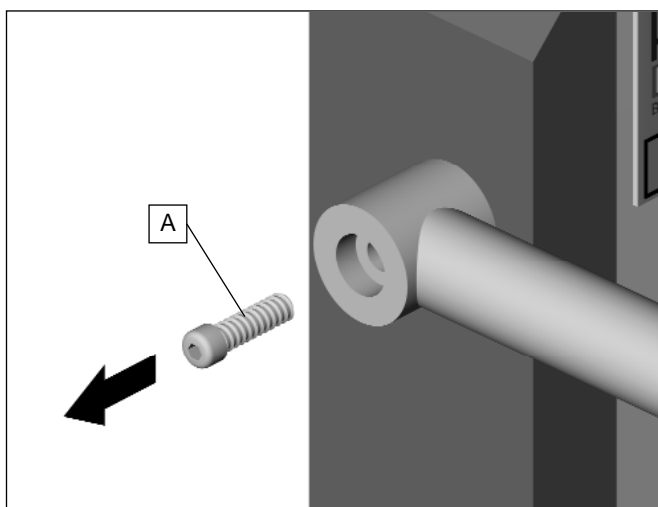

Fig. 8.6: Fjern sikkerhetsarm— Versjon 1
- Fjern sikkerhetsarmen ved å skru ut skruen (A) (fig.8.6).